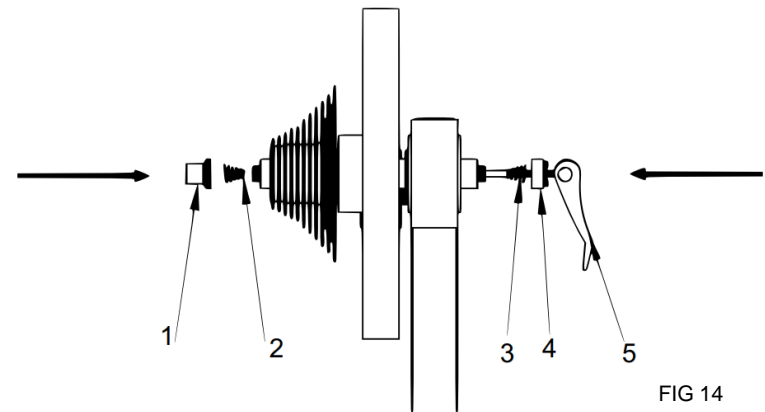

FIG 14
Posicione os itens (3, 4 e 5) como indicado na (FIG 14) e insira no smart trainer seguindo o sentido da seta, insira o item 2 no lado oposto do smart trainer, e por fim quando posicionar o (item 1) insira apenas os primeiros fios de rosca, ou seja, não realize nenhum aperto. O aperto será feito quando a bicicleta estiver acoplada ao smart trainer.